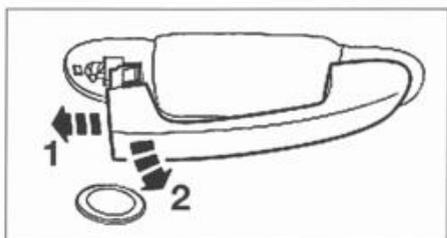

FIG. 64
- Deslizar la empuñadura exterior hacia atrás para separarla de su soporte (fig. 64).